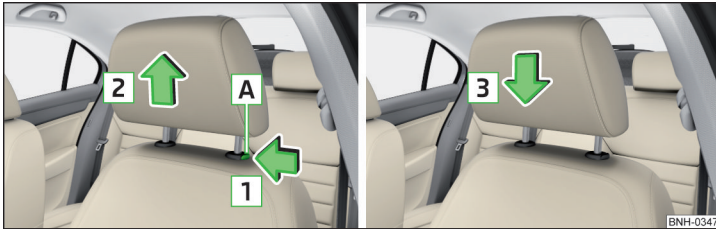

Abb. 77 Kopfstütze vorn herausnehmen/einsetzen
- › Zum **Herausnehmen** die Sicherungstaste **A** in Pfeilrichtung **1** halten und die Stütze in Pfeilrichtung **2** herausnehmen » Abb. 77.